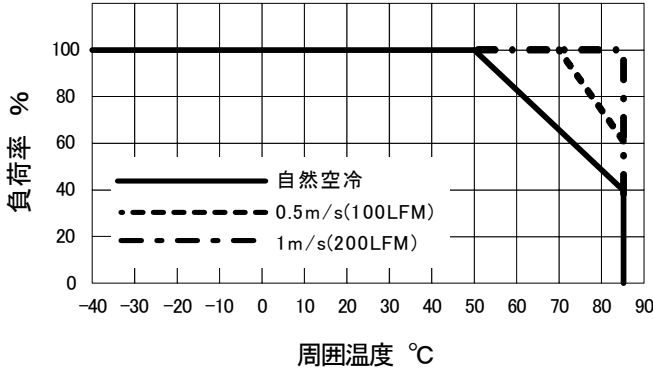

図1 出力デレティングカーブ
- 動作温度範囲   : Topr  -40°C ~ +85°C (但し、50°C以上はデレティングカーブによる、図1参照)